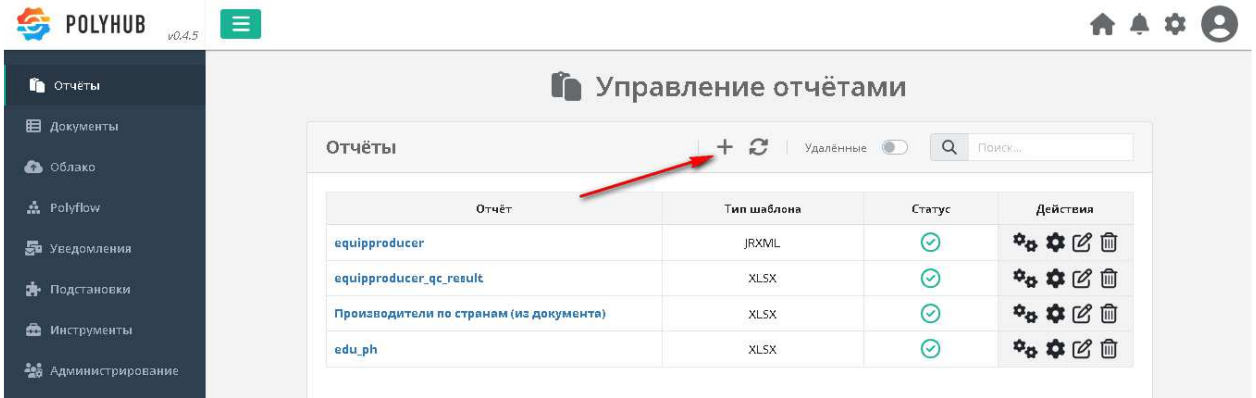

Рисунок 25. Отчёты
- 1) Для создания отчета необходимо перейти на страницу «Отчеты», используя пункт «Отчеты» в левом меню, и нажать кнопку «Создать» (Рисунок 25).